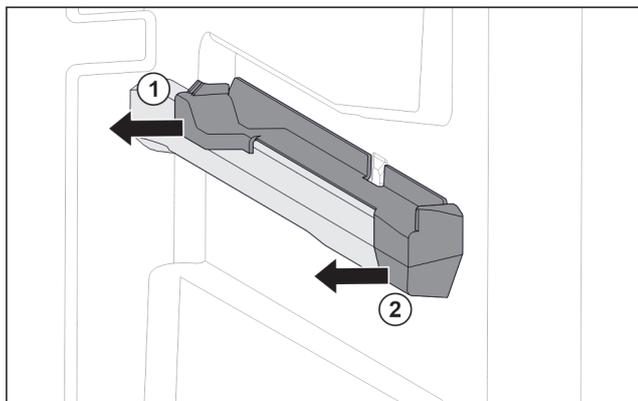

Fig. 123 Pieza de acoplamiento en la nervadura para recipientes derecha
- ▶ Retire la pieza de acoplamiento por detrás lateralmente. Fig. 123 (1)
- ▶ Retire la pieza de acoplamiento por delante lateralmente. Fig. 123 (2)